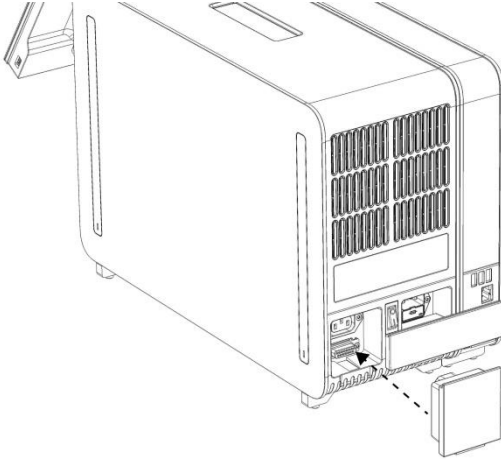

Abbildung 6: Verbinden des Abschlussstücks
6. Verbinden Sie das Abschlussstück mit dem Analysemodul an dessen Rückseite (Abbildung 6).